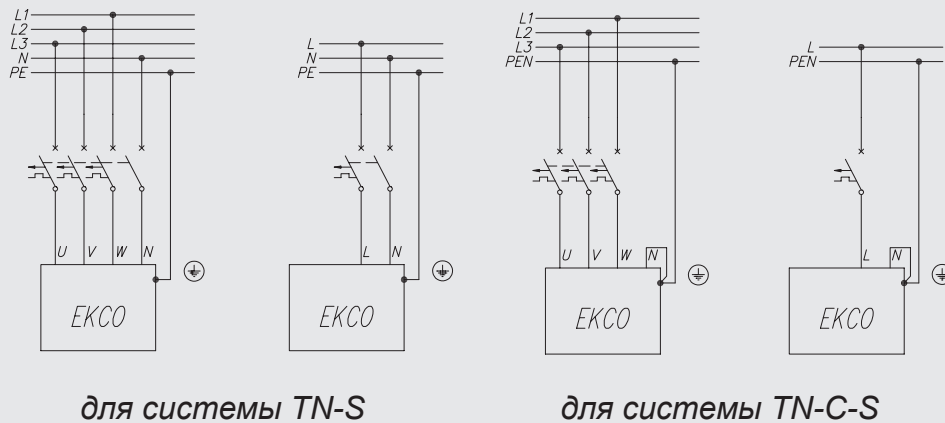

Рис.6 Подключение к электросети
5. Подключить котел к электросети (рис.6).